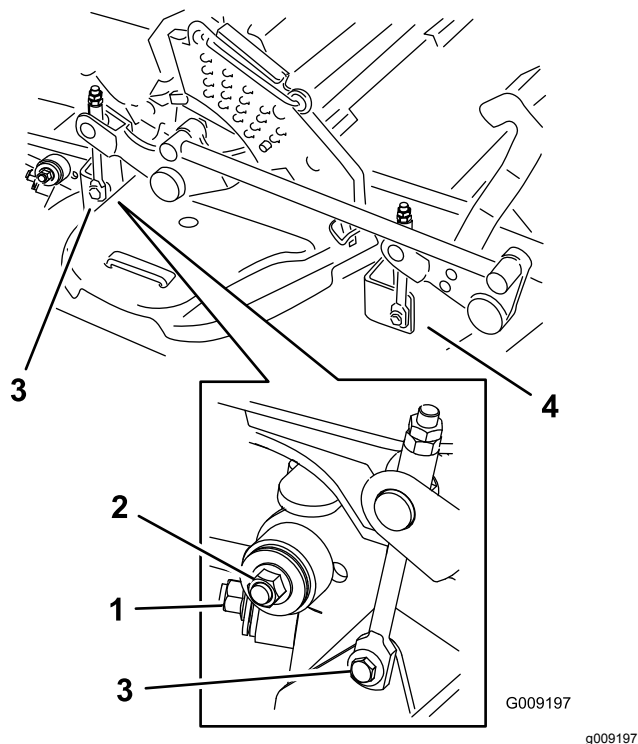

Figura 107
7. Rimuovete e conservate la bulloneria su ambo i lati del piatto di taglio (Figura 107).